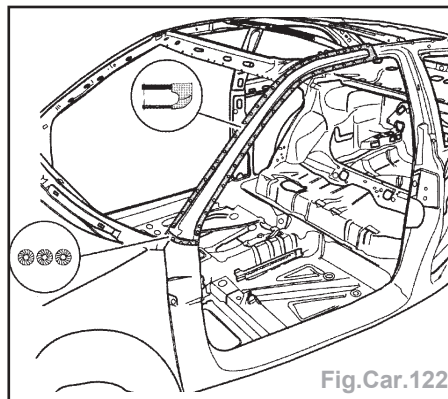

Fig.Car.122
- Souder par points sous atmosphère gazeuse les points d'assemblage montrés sur la figure (Fig.Car.122).